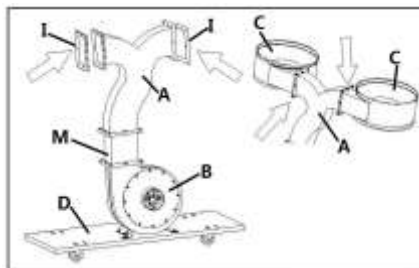

Рис. 7
Затем установите два коллектора (C) и две насадки (I) на выпускное отверстие, как показано на рис. 7.